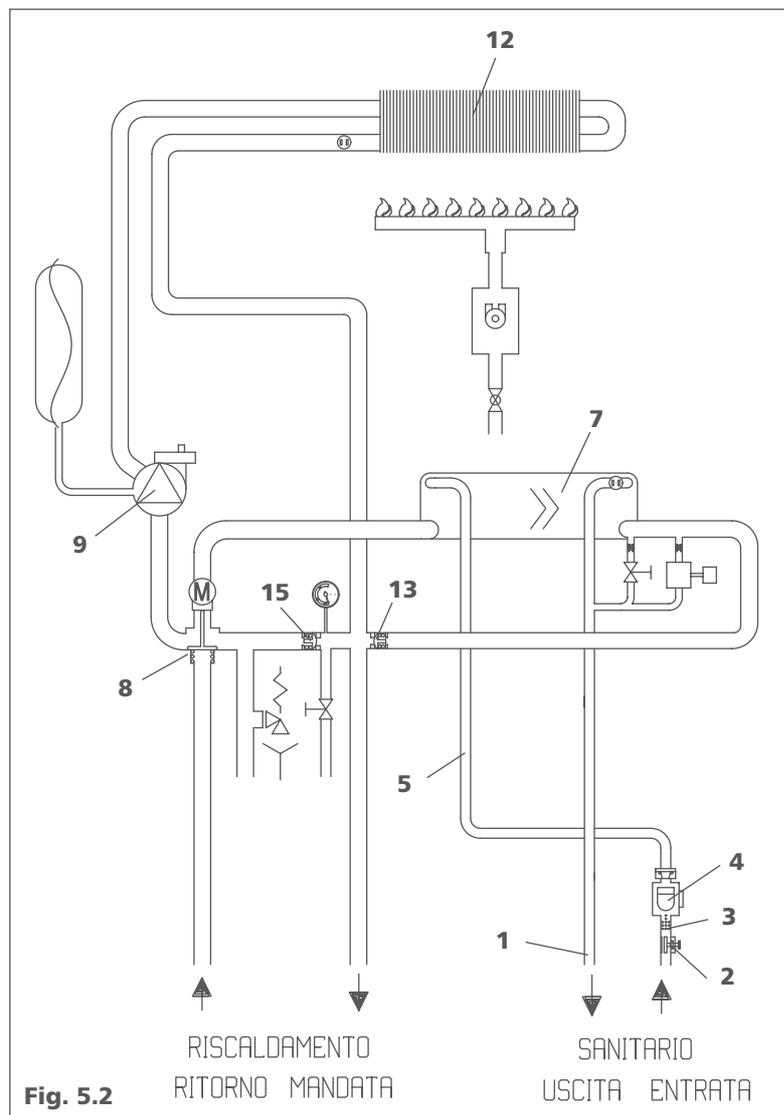

Fig. 5.2
**Principio di funzionamento idraulico in sanitario (Fig. 5.2)**
**Principio di funzionamento idraulico in riscaldamento (Fig. 5.2)**